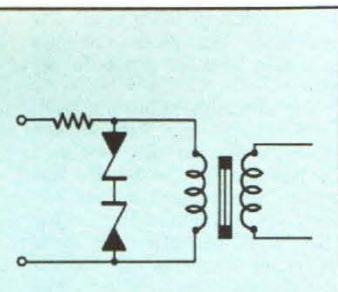

Fig. 9
- S'il n'y a pas possibilité d'un plan de masse, séparation électrique des circuits de masse « amont » (avant l'alimentation) et des circuits de masse « aval » (après l'alimentation) ; la figure 9 illustre deux dispositions possibles du montage.